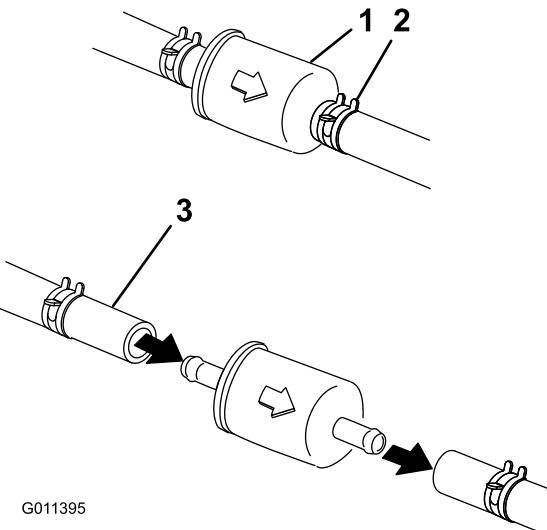

Bild 47
5. Drücken Sie die Enden der Schlauchklemmen zusammen und schieben Sie sie vom Filter weg (Bild 47).
- Setzen Sie einen neuen Filter ein und schieben Sie die Schlauchklemmen an den Filter heran (Bild 47).